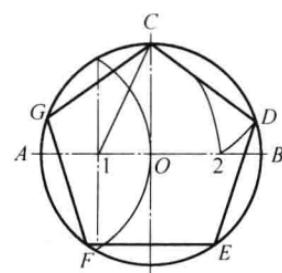

图 1-3 正五边形画法
(2) 五、十等分圆周 如图 1-3 所示, 平分圆的半径  $OA$ , 得中点 1, 以 1 为圆心, 以  $1C$  为半径, 画弧交  $OB$  于 2 点, 用  $C_2$  为半径画弧量取, 得圆周上的各等分点 ( $C$ 、 $D$ 、 $E$ 、 $F$ 、 $G$ ) ——五等分完成 (图中还画出了圆的内接正五边形)。